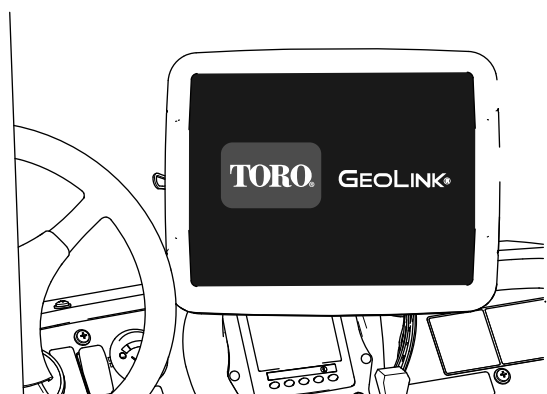

Figure 232
- Console de commande – affiche graphiques et texte (Figure 232)